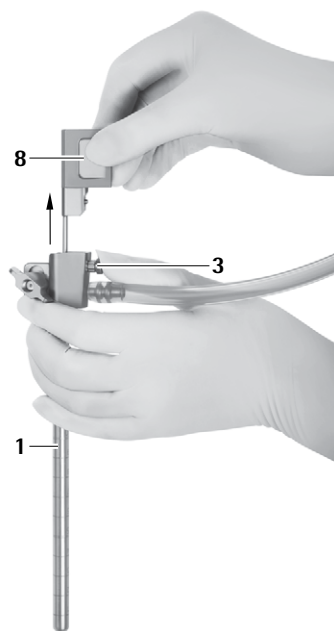

Fig. 10
- Premir o botão de desbloqueio 3 e retirar cuidadosamente o obturador para o canal ótico 8 do trocarte MINOP InVent 1, ver Fig. 10.